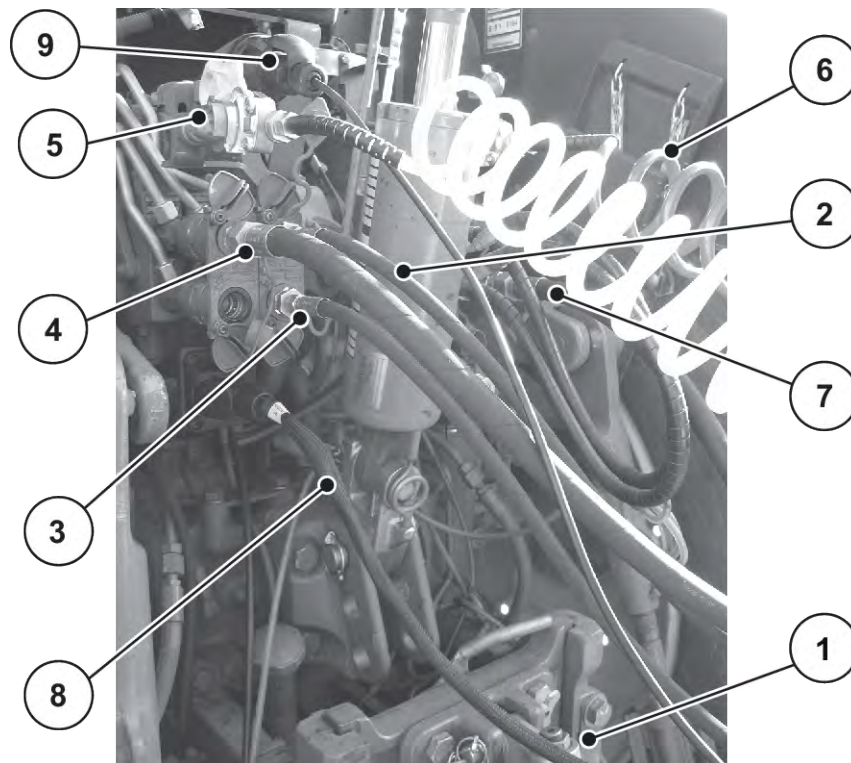

Abb. 26: Anschlussreihenfolge der Maschinenleitungen an Traktor
Siehe *Abb. 26*
- ▶ Anschlussreihenfolge beachten: Siehe *Abb. 26 Anschlussreihenfolge der Maschinenleitungen an Traktor*
- ▷ Siehe *Abb. 26 Anschlussreihenfolge der Maschinenleitungen an Traktor*.